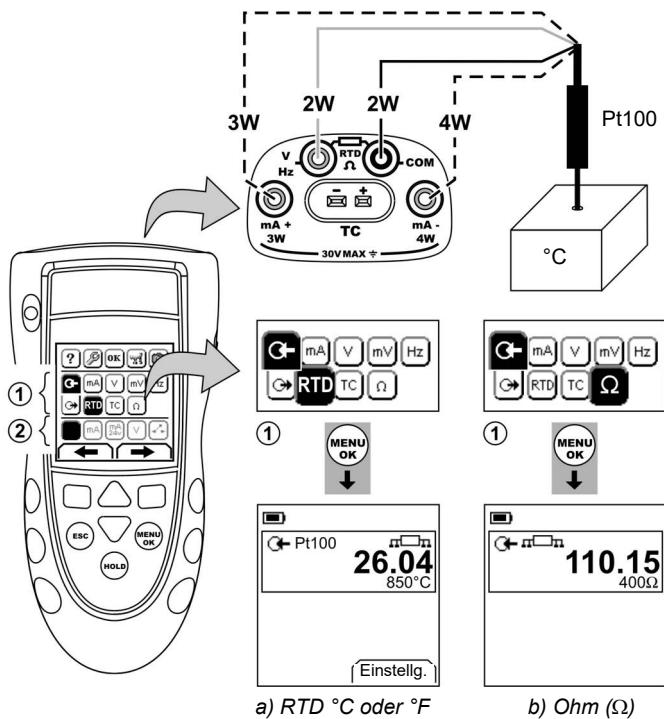

Abbildung 7: Beispielkonfiguration: Messen der Temperatur oder des Widerstands
1. Schließen Sie das Gerät an (Abbildung 7/8) und ändern Sie ggf. die Option Konfig. (Tabelle 1).